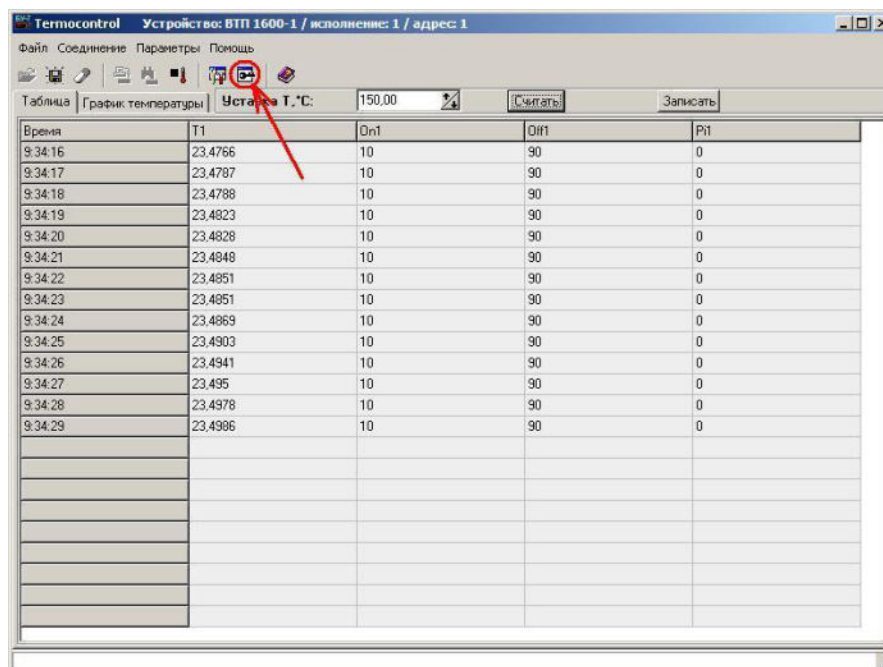
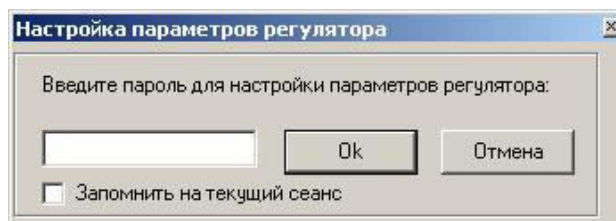

Рисунок 9 – Включение режима настройки печи ВТП 1600-1
Рисунок 10 – Ввод пароля для входа в режим настройки
2.5.6.3.1 Для входа в режим настройки необходимо нажать кнопку «Открыть окно настроек устройства» (см. рисунок 9). После нажатия на эту кнопку появится окно для ввода пароля (см. рисунок 10).